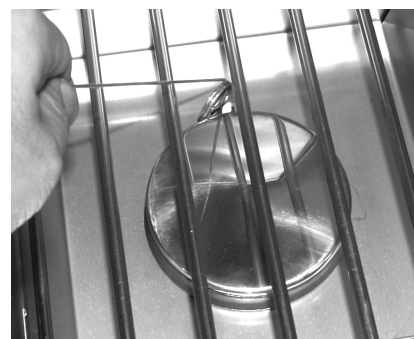

Fig. 34-2 - Éclairage manuel
2. Insérez un allumeur brûlant de butane de long-baril, une allumette brûlante de long-tige, ou une allumette brûlante tenue par un support de prolongation de fil par la grille à cuire s'ouvrant au brûleur (fig. 34-2). Tenez la flamme contre le bord du brûleur.
4. Si le brûleur ne se allume pas dans les cinq (5) secondes de tourner le bouton de commande, enfoncez immédiatement le bouton et tournez la valve à **AU LOIN**. **ATTENDEZ CINQ (5) MINUTES** avant de répéter les étapes 2 à 4 des instructions manuelles d'éclairage.